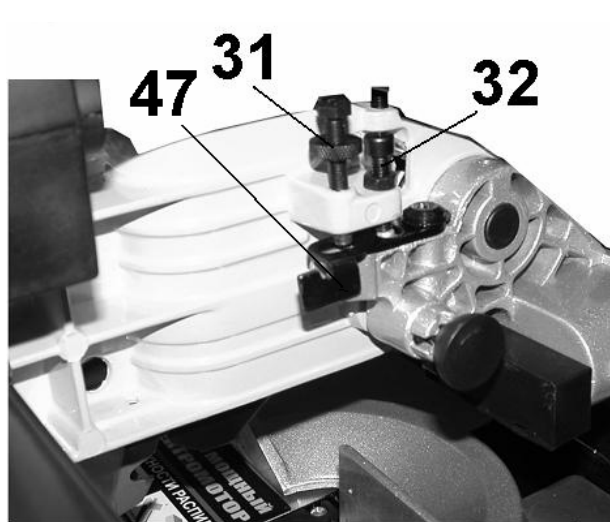

Рис. 11
Винт (32), Рис.11, ограничивает максимальное опускание пильного диска (15), Рис.2. Для регулировки максимальной глубины опускания пильного диска (15) ослабьте контргайку винта (32), Рис.11. Отрегулируйте и зафиксируйте контргайкой положение винта (32), Рис.11.
Ограничение глубины пропила регулируется вращением винта (31), Рис.11. Для того, чтобы винт (31) ограничивал опускание пильного диска (15) на требуемую глубину пиления, необходимо переместить упор (47).